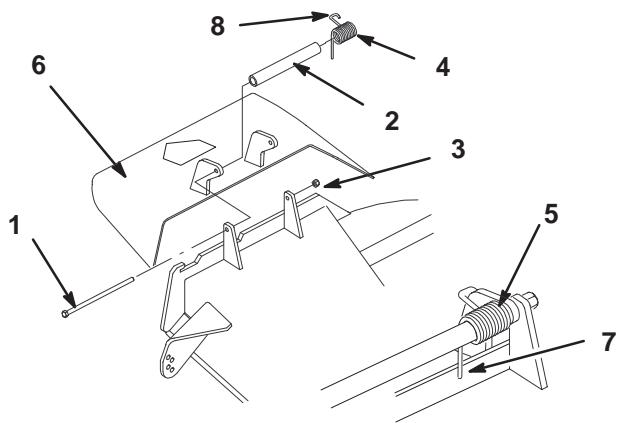

Figure 67
1. Retirez le contre-écrou, le boulon, le ressort et l'entretoise qui fixent le déflecteur aux supports de pivot (Fig. 67). Enlevez le déflecteur s'il est endommagé ou usé.
**Remarque :** Prenez soin de placer l'extrémité droite du ressort derrière le bord du plateau avant de mettre le boulon en place, comme indiqué à la Figure 67.
3. Remettez le boulon et l'écrou. Accrochez l'extrémité crochue du ressort au déflecteur d'herbe (Fig. 67).